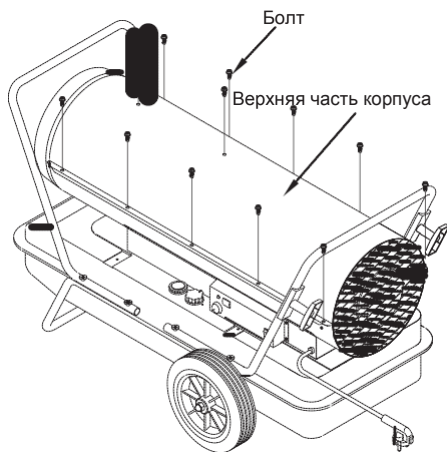

Рис. 6. Снятие верхней части корпуса
- Снять верхнюю часть корпуса (рис. 6)